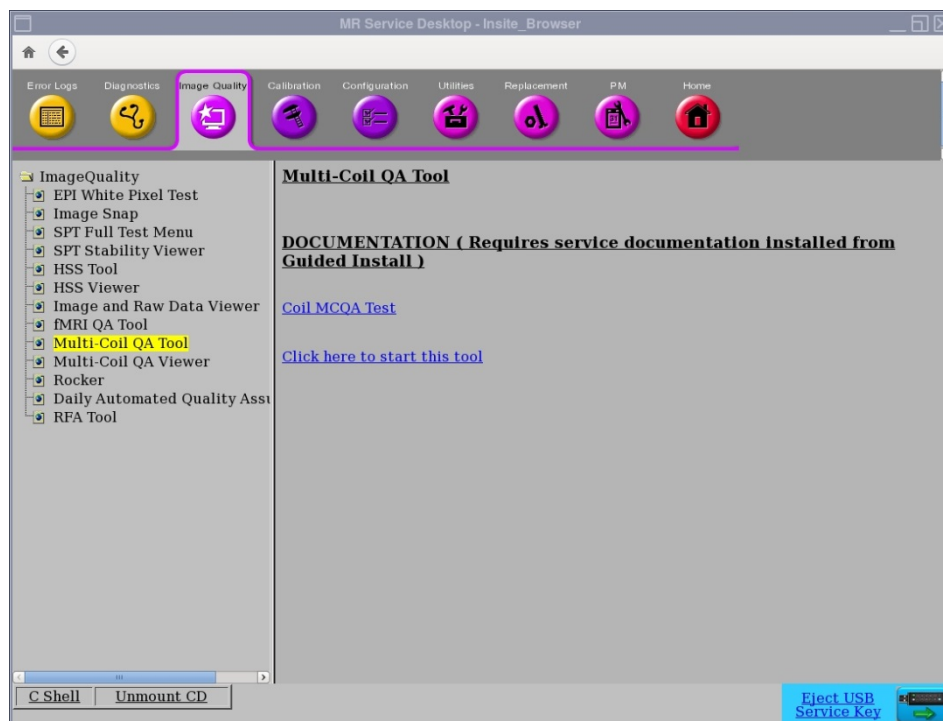

図 1
- 図 1 に示すように、[Common Service Desktop (CSD)] (共通点検デスクトップ) から、[Service Browser] (サービスブラウザ) に進み、[Image Quality] (画質) [Multi-Coil QA Tool] (マルチコイル品質保証ツール) を選択し、次に [Click here to start this tool] (ここをクリックしてこのツールを開始) を選択します。